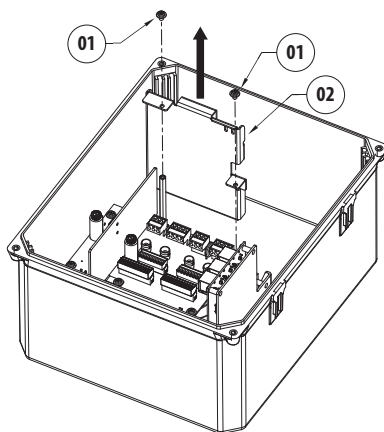

Рис. 16
Открутите винты (01) и извлеките соединительный лоток (02) (Рис. 16, страница 16).